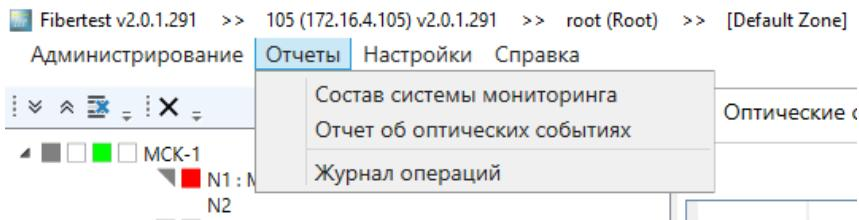

Рисунок 13-1. Выбор типа отчета.
1. Выберите пункт меню «Отчеты» и далее «Отчет об оптических событиях» (см. Рисунок 13-1. Выбор типа отчета.).